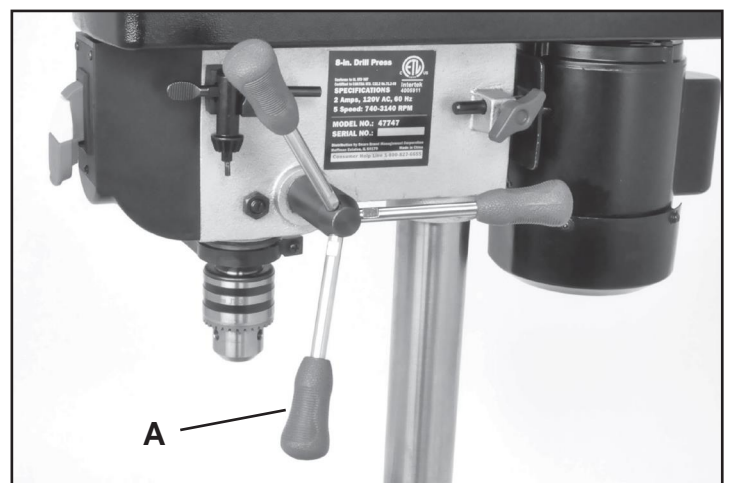

FIG. 6
6. Instale las tres palancas de avance en los agujeros roscados en el cubo del eje de avance. FIG. 6, A.